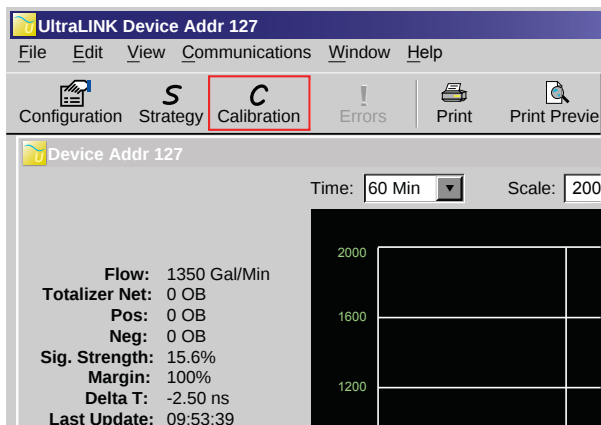

ABBILDUNG 2.7 – DATENANZEIGEBILDSCHIRM
- 2) Wählen Sie in der Symbolleiste Calibration (Kalibrierung) Siehe **Abbildung 2.7**.